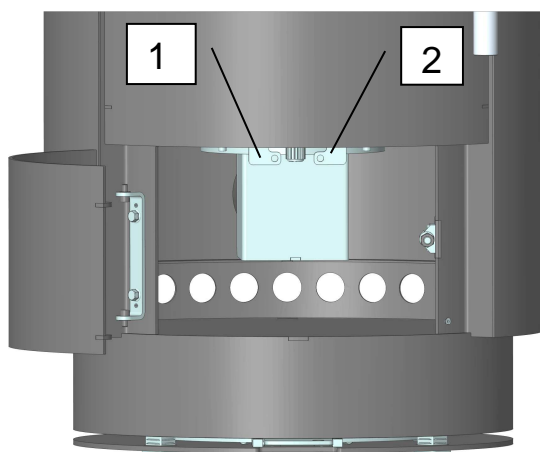

Abb. 15: Position Luftschieber
Die Luftschieber des K150A befinden sich hinter der Dekorblende unten (Abb. 15). Die Blende durch Drücken im rechten Bereich öffnen.
Zum Öffnen der Luftquerschnitte die Luftschieber herausziehen (Abb. 15).
Der Primärluftschieber (Brennstoffwähler) steuert die Luft über den Gussrost (Abb. 15 Pos. 1).
Der Sekundärluftschieber steuert die Luft für die Scheibenspülung, und sollte daher nie ganz geschlossen sein (Abb. 15 Pos. 2)!
- Speziell den Sekundärluftschieber (Scheibenluftquerschnitt siehe Abb. 15 Pos. 2 auf Seite 12) nie ganz schließen, da dann keine Scheibenspülluft mehr auf die Sichtscheibe kommt.